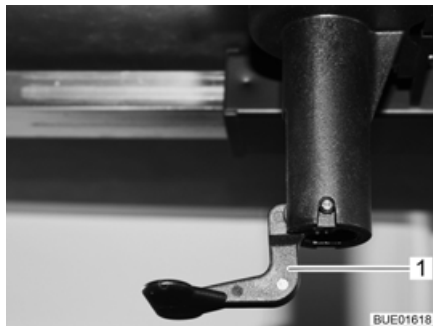

Fig. 116 Sbloccaggio del piano del tavolo
- Tirare verso il basso la leva di serraggio (Fig. 116,1).